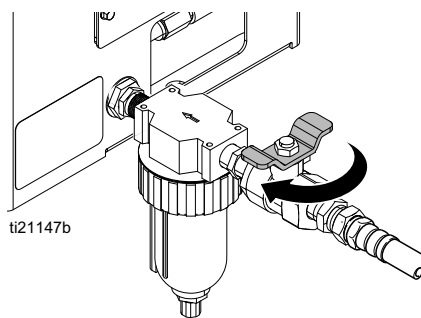

FIG. 11
12. Collegare una linea di alimentazione dell'aria minima di 9,5 mm (3/8 in.) al filtro dell'aria. Vedere FIG. 11.